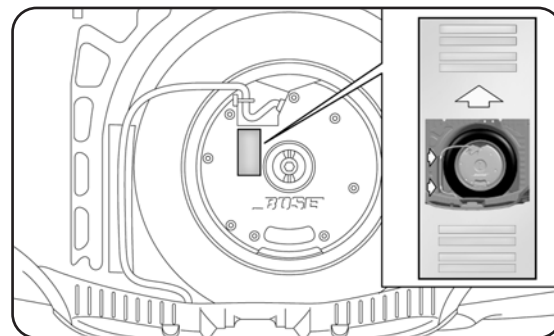

fig. 9
- riposizionare il contenitore nella sua sede e appoggiare il Subwoofer su di esso, avendo cura di sistemarlo come da indicazioni presenti sul contenitore (fig. 9) in modo che la freccia riportata sul distanziale sia rivolta nel senso di marcia della vettura;